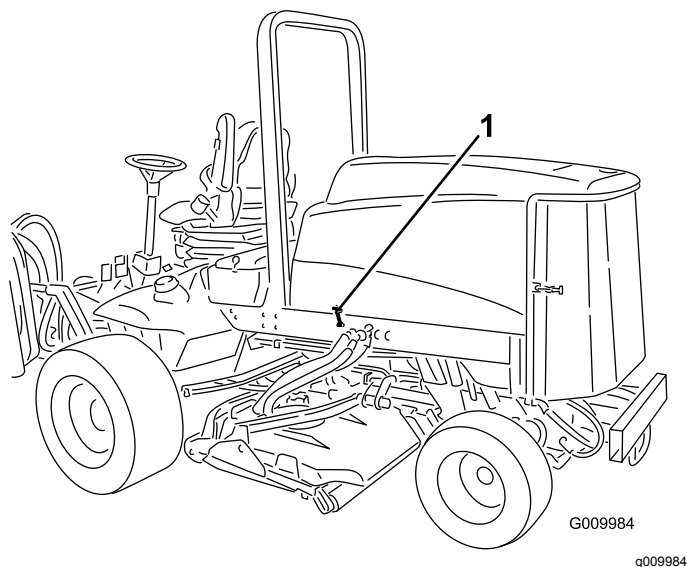

Figura 42
1. Solte os trincos do capot (Figura 42) e levante o capot.